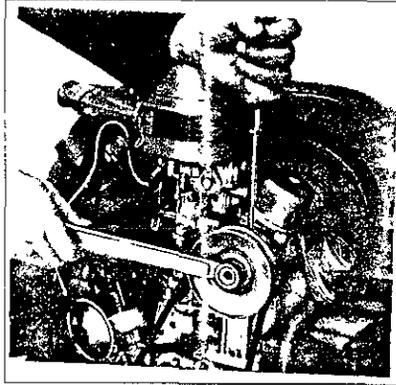

Figura. 32 Forma de retirar la polea del generador
- Retire la banda del motor aflojando la tuerca de la polea del generador, para evitar que gire la polea, se hace palanca con un desarmador en las ranuras laterales de la polea.(21mm, 43 lb-pie) (Ver figura 32)